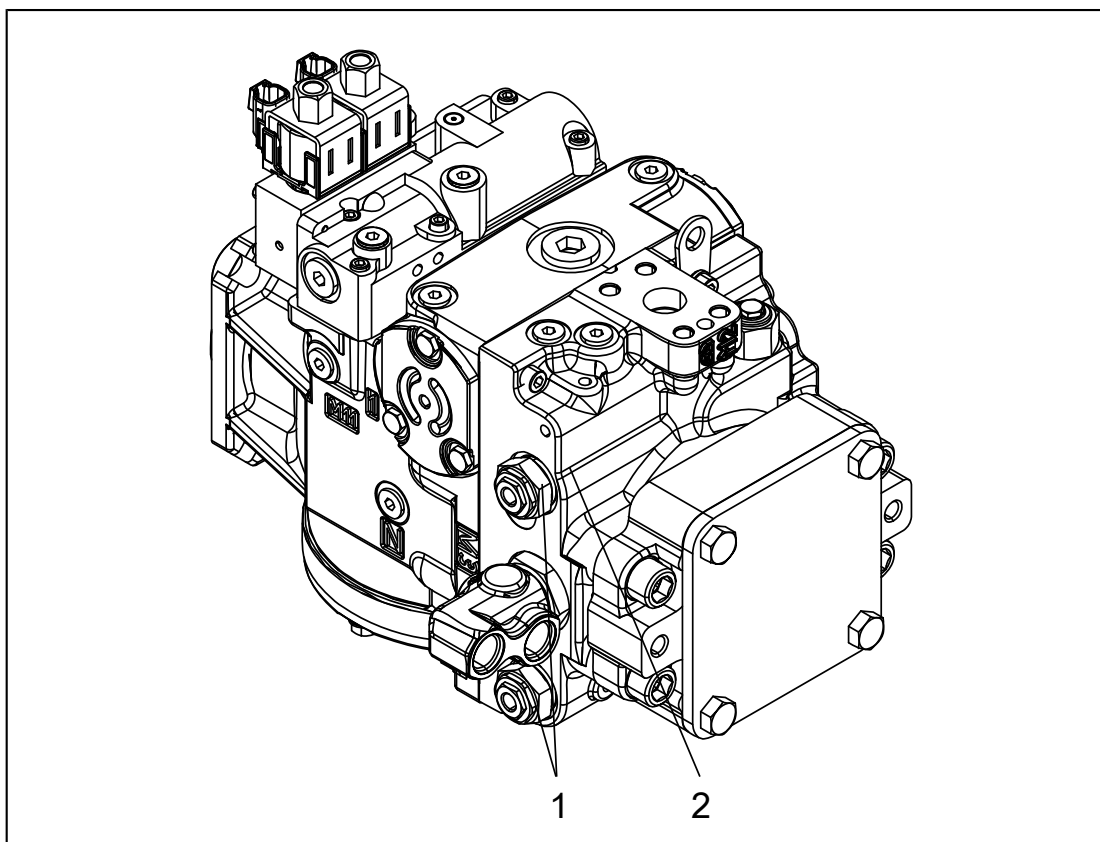

Рис. 4-6 Приводной насос
- 1) Открыть задний капот, найти многофункциональный клапан на приводном насосе (Рис. 4-6);